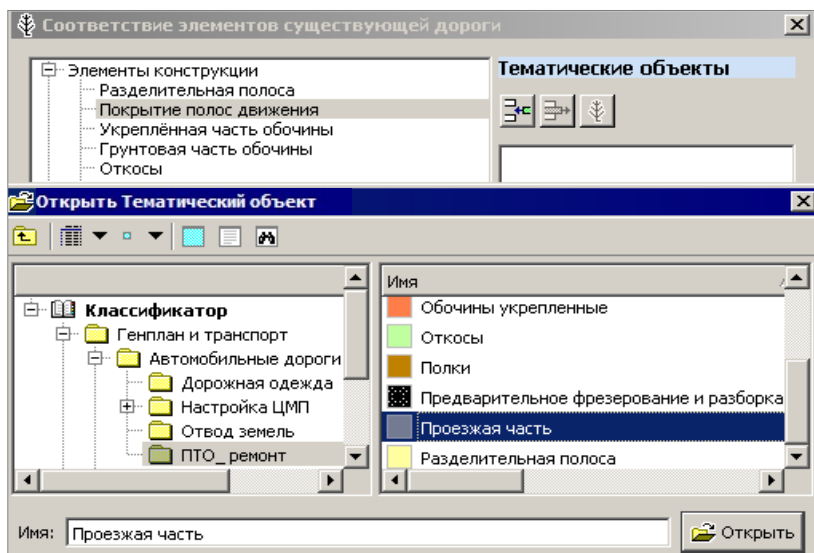

Рис. 12.6
- Настройка соответствия отдельных элементов дороги скопирована из шаблона. Для элементов дороги назначены объекты классификатора из папки *ПТО ремонт*: **Покрытие полос движения** – *Проезжая часть*; **Укрепленная часть обочины** – *Обочины укрепленные*, **Грунтовая часть обочины** – *Обочины грунтовые*, **Откосы** – *Откосы* (рис. 12.6).